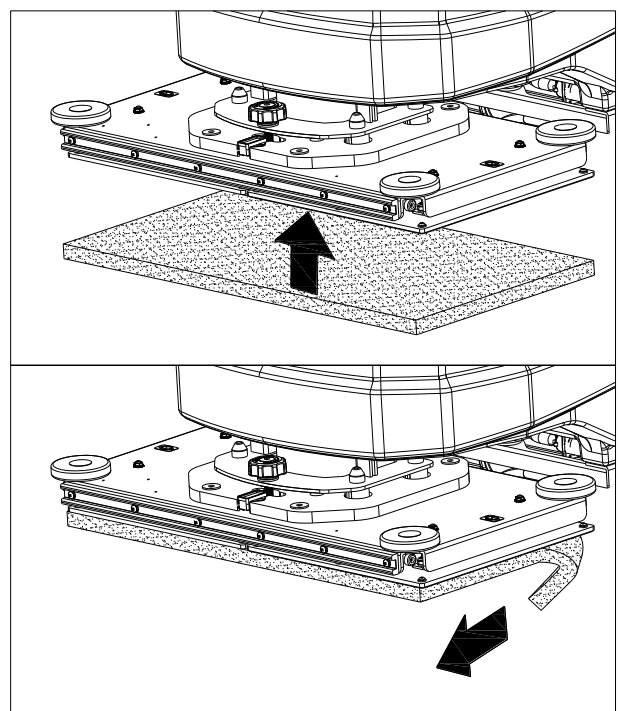

Figura 10
2. Utilice el método manual para instalar o quitar el pad como se indica en (Figura 10)